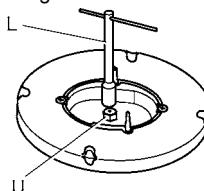

Fig.8
- Com uma chave recta L desapertar o injetor U (ver fig. 8) e substituí-lo pelo correspondente.